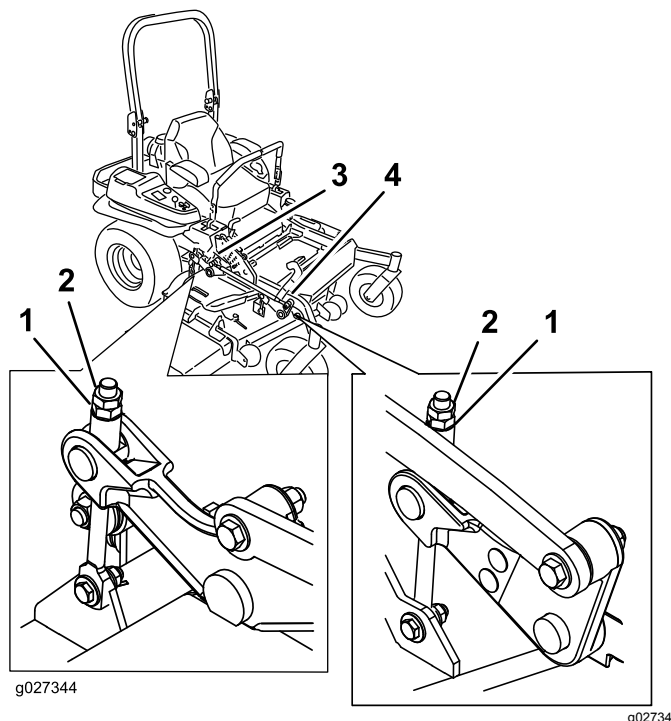

Figura 94
- 10. Mettete a punto il dado di regolazione sul gruppo di sollevamento del piatto di taglio anteriore ruotandolo (Figura 94).